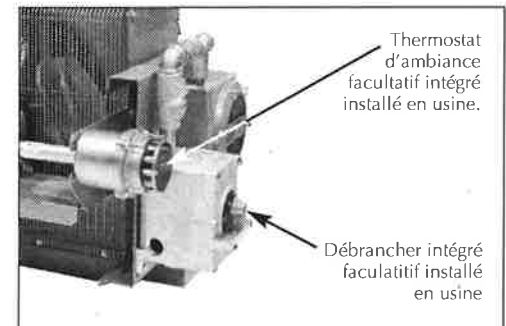

FIGURE 7
2. L'aérotherme peut être fourni avec un thermostat d'ambiance intégré (voir figure 7). Pour les aérothermes qui ne sont pas dotés de cette option, on recommande d'utiliser un thermostat d'ambiance à distance. Raccorder les conducteurs du thermostat d'ambiance à distance à la plaquette de connexions du circuit imprimé portant l'inscription "TSTAT". Tout thermostat utilisé avec cet aérotherme doit: